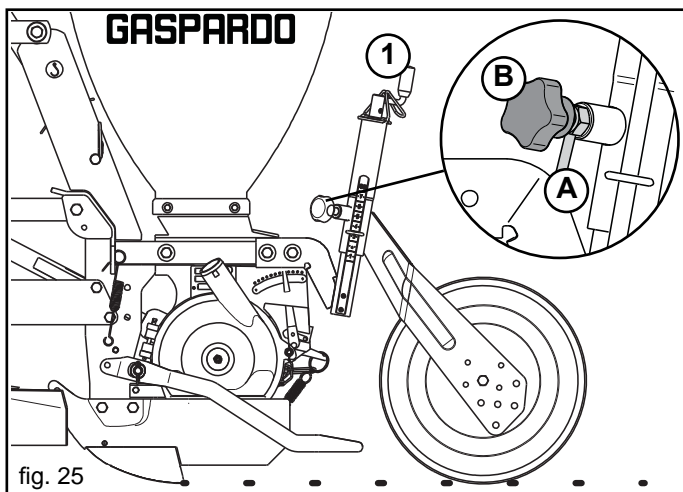

fig. 25
- Allentare il dado (A, Fig. 25) ed il pomello (B);
- Agendo sulla maniglia (1, Fig. 25) si varia la posizione in altezza del falciatore assolcatore, determinando la profondità del solco sul quale deporre il seme. Un indice numerato consente di registrare ad uguale misura tutti gli elementi.
- Serrare il pomello (B, Fig. 25) ed il dado (A).
In una corretta ed omogenea semina, determinante è l'azione dello spartizolle anteriore, che permette di liberare dalla dalla carreggiata delle ruote di profondità dell'elemento (1, Fig. 25), le zolle più grosse (H, Fig. 32), che potrebbero causare una irregolarità nella profondità di semina.